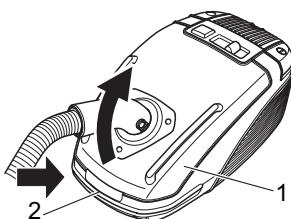

Abb. 17
- Drücken Sie die Entriegelungstaste (Abb. 17/2) und öffnen Sie den Staubraumdeckel (Abb. 17/1).